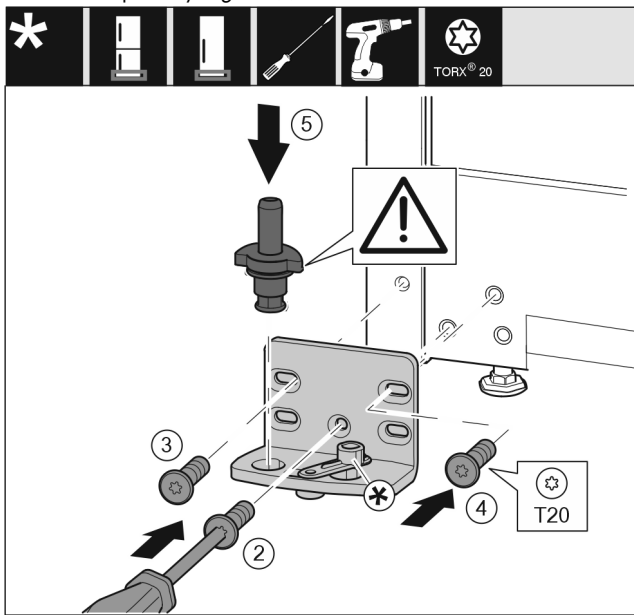

Fig. 18
- Установите опорный кронштейн с другой стороны и прикрутите с помощью отвертки. Начинать с винта Fig. 18 (2) снизу в центре.
- Затяните винт Fig. 18 (3) и винт Fig. 18 (4).
- Снова установите опорный палец Fig. 18 (5) в сборе. При этом проследите за тем, чтобы выступ фиксатора был направлен назад.